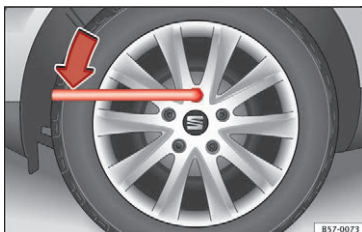

Fig. 71 Hjul: løsning af hjulbolte
- Skru hjulbolten ca. en omdrejning mod venstre »» Fig. 71 (pil). Tag fat i enden af hjulnøglen for at opnå den nødvendige kraft. Hvis du ikke kan løsne hjulbolten, kan du forsigtigt træde med foden på hjulnøglen. Hold i den forbindelse fast i bilen, og sørg for, at du står sikkert.